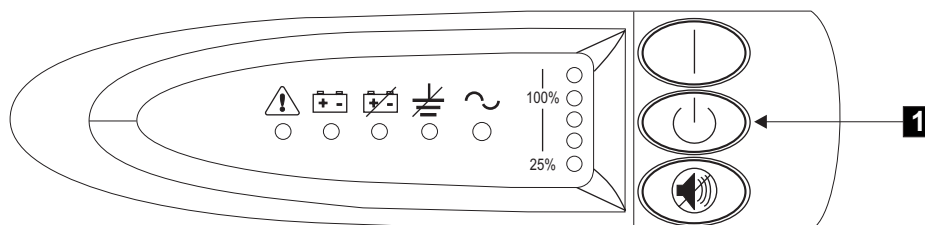

図 271. 2145 UPS フロント・パネル・アセンブリー
- 2145 UPS の前面で、オフ・ボタン (図 271 の **1**) を、約 5 秒間または長いピープ音が停止するまで押し続けます。